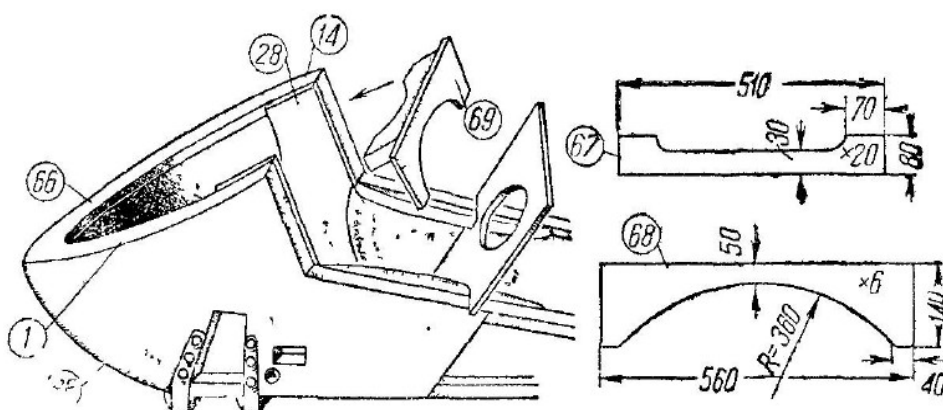

Fig. 22
Coloque os dois braços da lira entre os pedaços de madeira compensada, (1) e (28) (Fig. 22) colando juntos e pregando tudo isso de tal forma que os dois lados (65), quando reunidos, vão um pouco mais além do ponto 66. Pregue a madeira compensada com cuidado ao longo de toda a borda dos braços com um prego a cada 10 mm. Corte fora as bordas que vão para além do final da lira, e plano externo, e a quantidade que se estende por cima. (Isto foi permitido na Fig. 13, deixando 30 mm, Em vez de 20.) Agora você tem um conjunto que permite que toda a lira seja coberta por uma peça triangular de madeira compensada. A partir de uma prancha de 20 milímetros de madeira dura, grossa, corte (67) e pregá-la no painel (68), que é de 6mm de espessura, de acordo com a disposição (69); isso vai se juntar aos dois ramos da lira e as ripas (14).